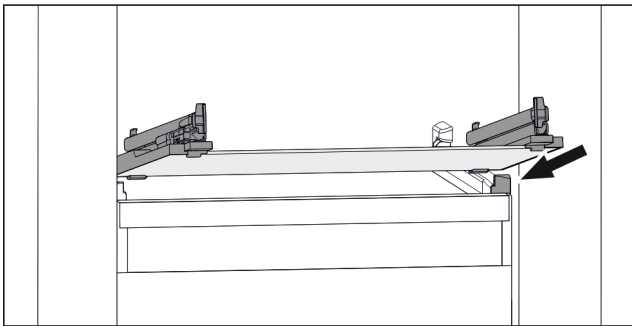

Fig. 154 Az üveglap példaként szolgáló ábrázolása
- ▶ Helyezze a fiókot ferden az ütközők mögé. (lásd Fig. 154)